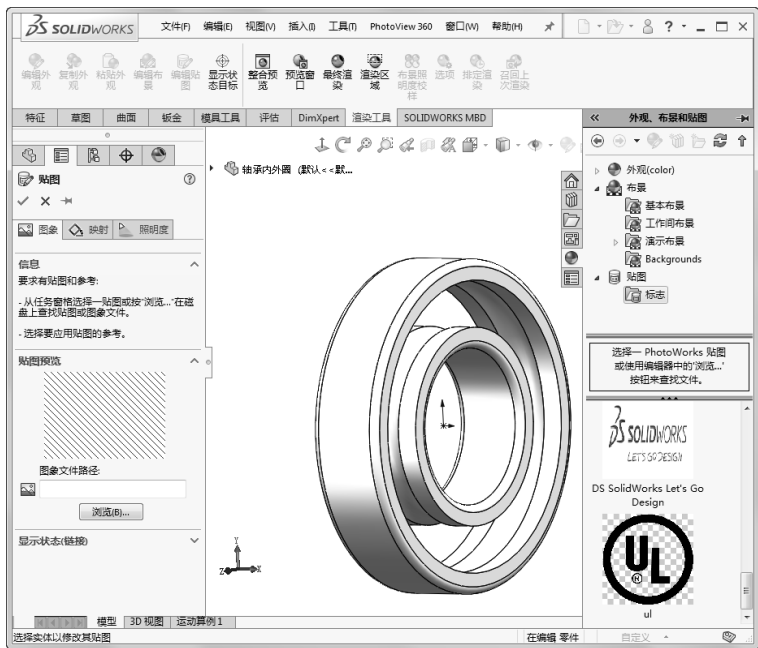

图 8-62 编辑贴图
5) 选择菜单栏“PhotoView 360”→“编辑贴图”命令,弹出属性管理器,如图 8-62 所示,设置布景。